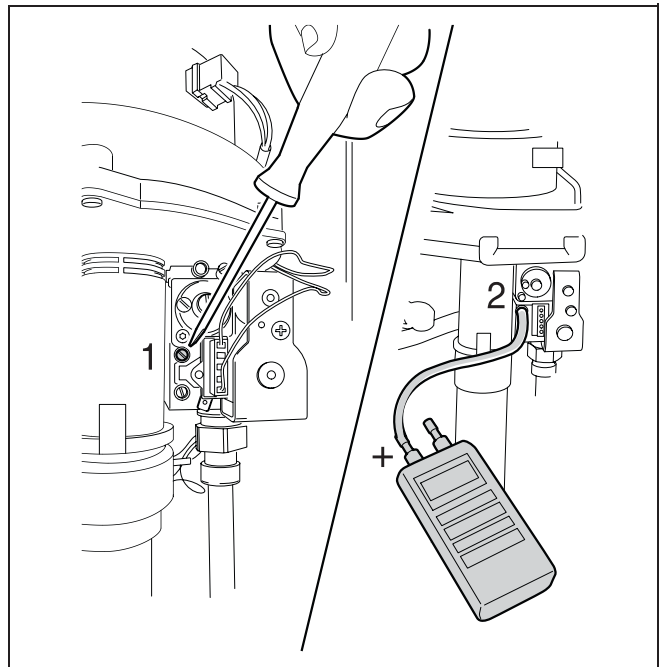

Fig. 34 Misurazione e messa punto del rapporto gas-aria
- 4) Allentare di un giro la vite della presa di pressione per la misurazione del rapporto aria-gas (fig. 34, pos. 1).
- 6) Collegare il raccordo positivo del manometro digitale, tramite un tubo, alla presa per la misurazione della pressione al bruciatore (fig. 34, pos. 2).